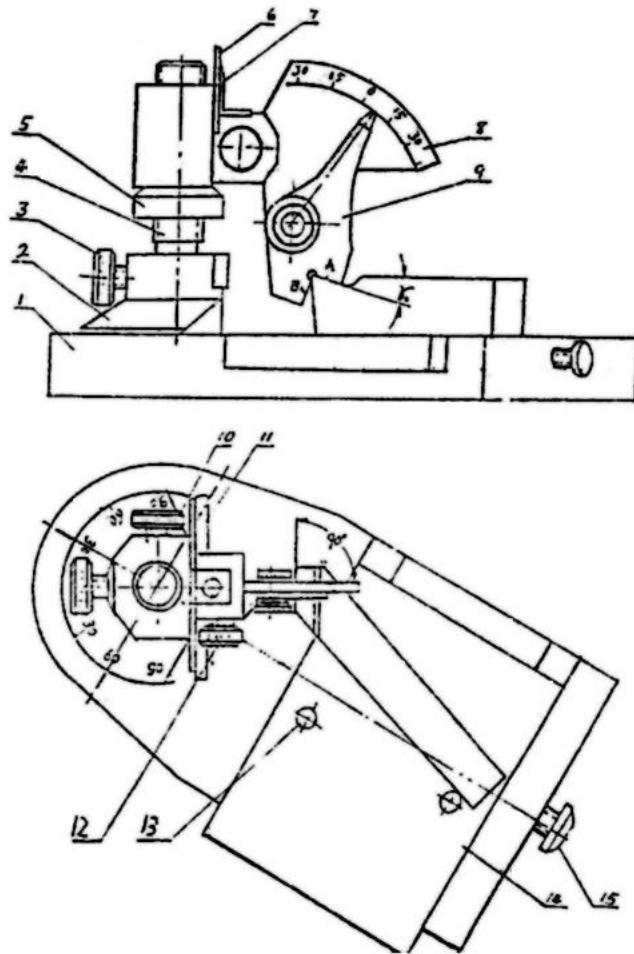

图 1 测量前角示意图
(1) 车刀量角台主要由底座、立柱、刻度板、指针、标尺、滑板及紧固螺钉等组成（如图1），